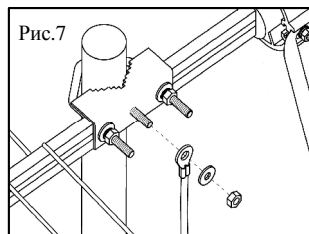

Рис. 7
- 5.10. Подсоединить провод заземления к винту заземления, расположенному на узле крепления антенны (рис. 7).